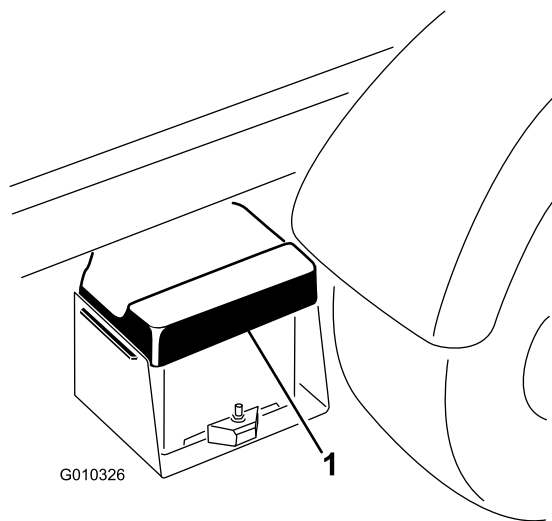

Figura 41
1. Strângeți capacul bateriei pentru a elibera proeminențele de la baza bateriei și scoateți capacul de la baza bateriei (Figura 41).